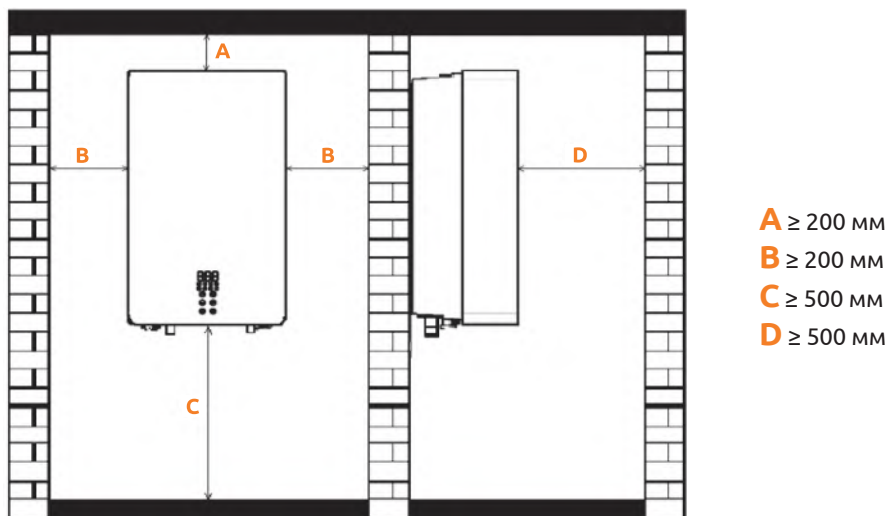

Figure 4 - Distances à respecter autour de la chaudière.
- ▶ Les distances minimales libres des surfaces du corps de la chaudière sont indiquées sur la Figure 4;